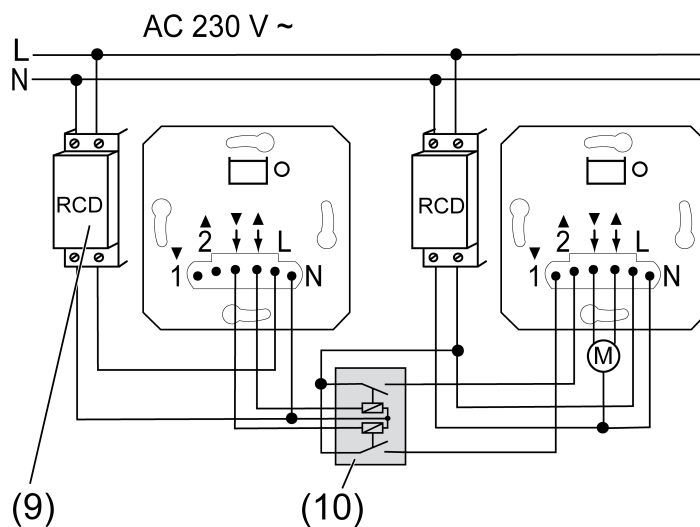

Afbeelding 3: Aansluitvoorbeeld groepsbesturing
Het jaloezie-eenheid kan in een groepsbesturing worden geïntegreerd (afbeelding 3), hetzij voor de besturing ter plaatse (1) of als centraal apparaat (7).
- De jaloezie-eenheden volgens aansluitvoorbeeld (afbeelding 3) aansluiten. Daarbij kunnen de jaloezie-eenheden ook op verschillende fases liggen.